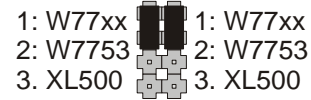

Abb. 7. Brückeneinstellungen für CLCM4T,5T,6T (SERVAL)
3. Überprüfen Sie die Verdrahtung nach und Tabelle 4 sowie Tabelle 5 sowie die Einstellung der Steckbrücken nach Abb. 7.
Die Einstellung der Steckbrücken der Geräte CLCM4T,5T,6T mit dem SERVAL ist in Abb. 7 dargestellt.